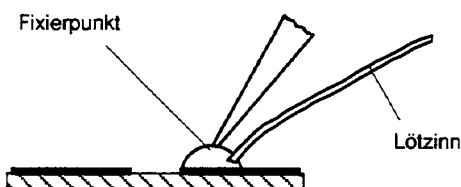

Fig. 3
3. Schritt: Lötspitze von Lötresten säubern. Lötperle anbringen (Fig. 3).